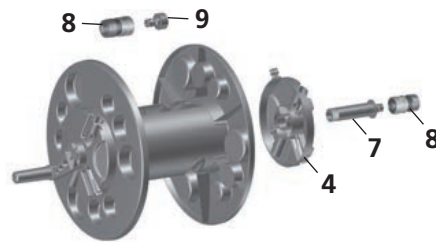

Fig. 04
3. En el otro lado, encaja el eje (7) en el cojinete derecho (4) y el conjunto en el carretel [Fig. 04]. Para fijar el conjunto, enrosca el adaptador (9) en el eje (7). En seguida, conecta los acoples rápidos (8) en las extremidades del adaptador (9) y del eje (7).